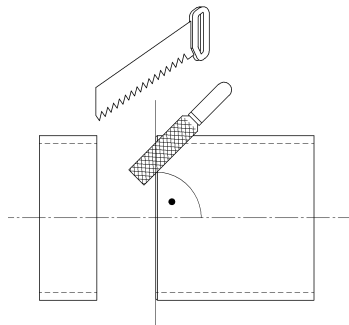

fig.1
- 1 - Tagliare in modo regolare e perpendicolare la tubazione rimuovere eventuali bave ed irregolarità creando un leggero smusso (fig. 1) pulire con attenzione eventuali residui e sporco sulla parte di tubo su cui si andrà a montare la flangia.
- 3 - Far scorrere la flangia sul tubo(1) inserire l'anello metallico nella corretta posizione (3) e quindi la guarnizione in gomma(2).